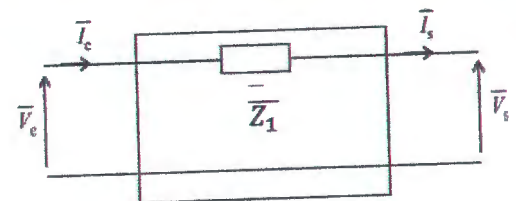

Figure 1
- 1-On considère le quadripôle représenté sur la figure 1. Établir les relations liant  $V_s$  et  $I_s$  à  $V_e$  et  $I_e$ . En déduire la matrice de transfert ( $T_1$ ) de ce quadripôle.